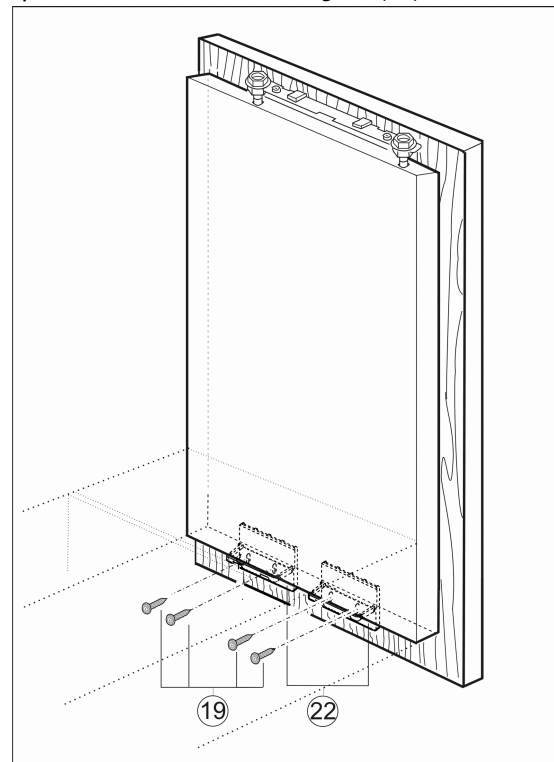

Fig. 21
- ▶ Atornille la puerta del aparato con los tornillos Fig. 21 (19) a través de las escuadras de fijación Fig. 21 (22) en la puerta del mueble.